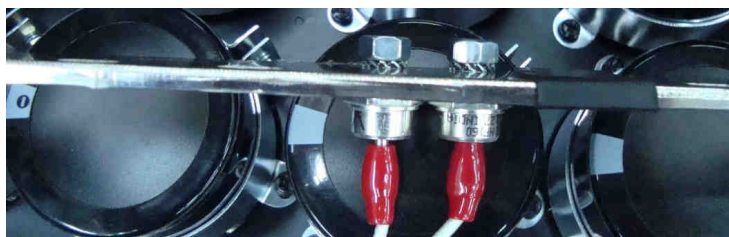

Рис. 7.11
7.5.5. Установить резьбовой вывод диода предзаряда в отверстие на шине «+», закрепив его гайкой с пружинной шайбой (рис. 7.11).